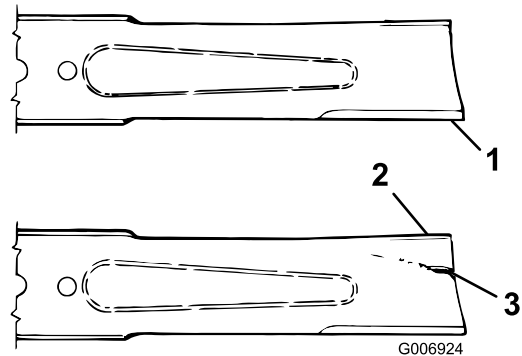

Bild 84
2. Prüfen Sie die Schnittkanten des Messers sorgfältig, insbesondere dort, wo die geraden Flächen die gebogenen berühren (Bild 84). Da Sand und anderes reibendes Material das Metall abschleifen kann, das die flachen mit den gebogenen Teilen verbindet, müssen Sie das Messer vor jedem Einsatz der Maschine prüfen. Tauschen Sie das Messer aus, wenn Sie eine Abnutzung feststellen (Bild 84); siehe „Entfernen des Schnittmessers“.
Wenn sich das Messer abwetzen kann, bildet sich ein Schlitz zwischen dem Windflügel und dem flachen Teil des Messers (Bild 84). Zuletzt kann sich ein Stück des Messers lösen und aus dem Gehäuse herausgeschleudert werden. Das kann zu schweren Verletzungen bei Ihnen selbst und Unbeteiligten führen.